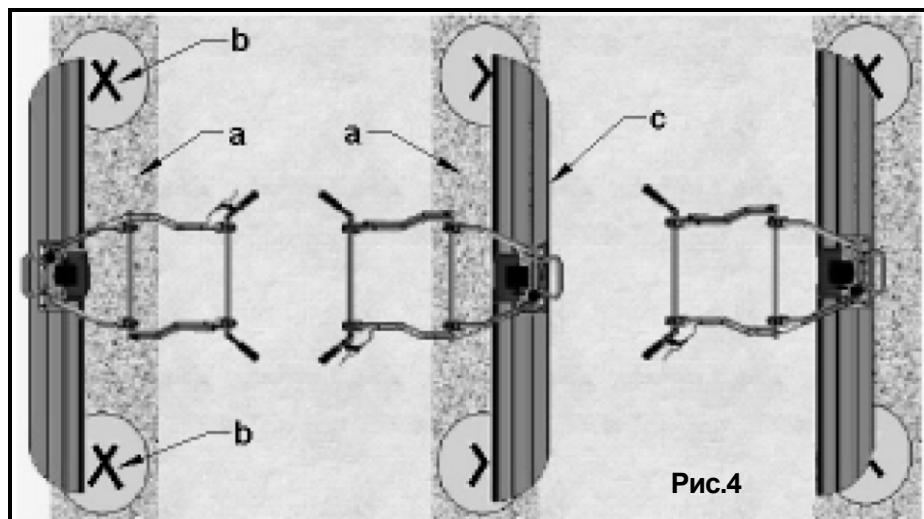

Рис.4
3. Установите лезвие на подкладку и начните работу перпендикулярно оси полосы (c). Отмеченные подкладки теперь используются в качестве меток высоты (рис.4).